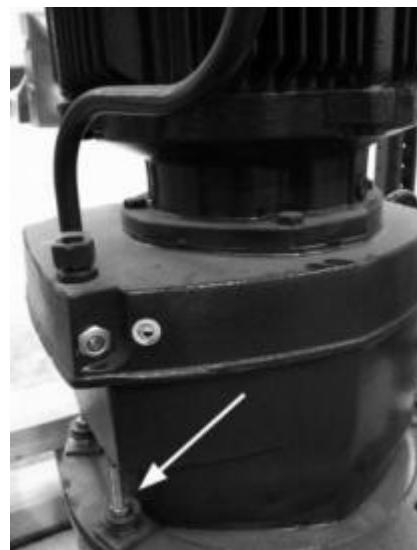

Fig. 42
- b) Checking the electric motor fastening: Check that the nuts of the screws for fastening the motor (Fig. 42) are correctly tightened; if they are not, tighten them.
- b) Controllare la tensione del motore elettrico: Controllare i dadi delle viti che siano correttamente tesi (Fig. 42), altrimenti tenderle stringendole.
- b) Comprobar sujeción del motor: Comprobar que se encuentran correctamente apretadas las tuercas de los tornillos de sujeción del motor (fig. 42), en caso de no ser así, apretarlas.